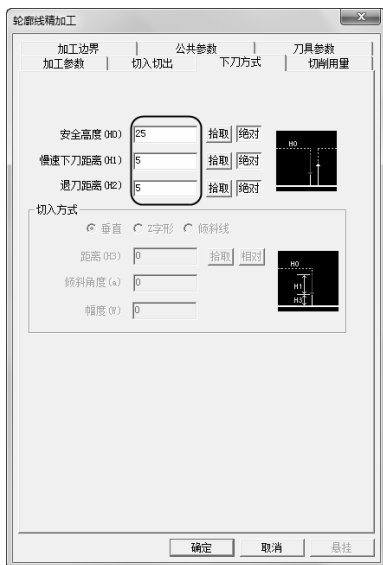

图 2-67 “下刀方式”选项卡
3) 单击“下刀方式”选项卡，设置“安全高度”、“慢速下刀距离”、“退刀距离”，具体参数数值如图 2-67 所示。